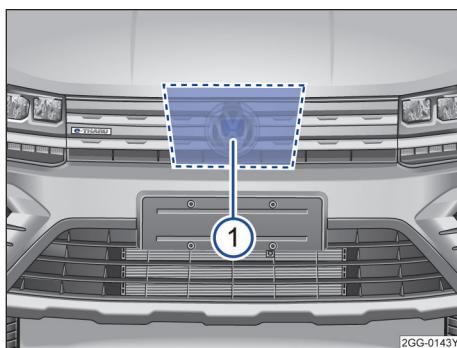

图 99 雷达传感器
前部辅助系统的雷达传感器位于 VW 标志后方的散热传感器格栅内→图 99 ①，可识别前方最远约 100m 内的车辆。
雷达传感器前方和四周的区域→图 99 不得被贴签、附加大灯、牌照装饰框或其他类似物体遮盖，因为这样做可能会影响前部辅助系统的功能。